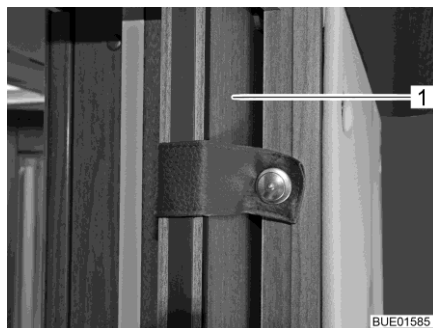
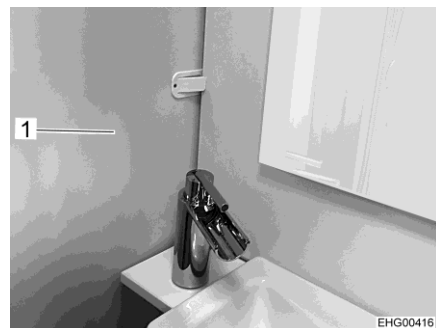

Fig. 13 Porta scorrevole
Fig. 14 Parete divisoria per la doccia
- Fissare le porte (Fig. 13,1) o le pareti di separazione (Fig. 14,1) con i bloccaggi o i dispositivi di fissaggio previsti.